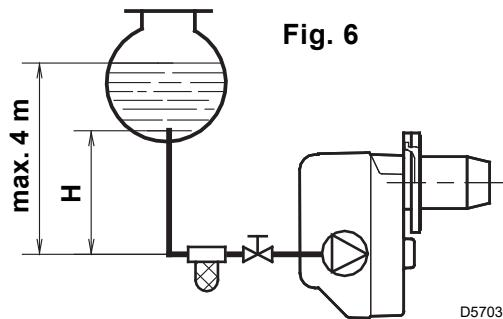
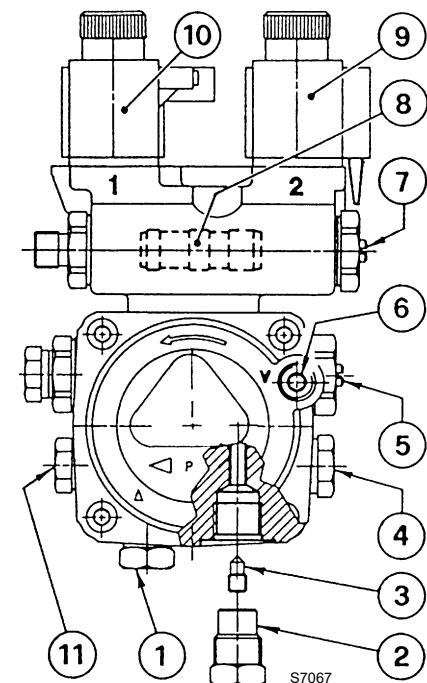

Fig. 6
Fig. 7
- De pomp is voorzien voor een installatie met twee leidingen. Draai bij één leiding de moer van de terugloopleiding (2) los, verwijder de by-pass schroef (3) en draai de dop (2) opnieuw aan, (zie Fig. 7).
Bij een installatie zoals in Fig. 6, de vacuümmeteraansluiting (6, Fig. 7) losdraaien tot er brandstof ontsnapt.